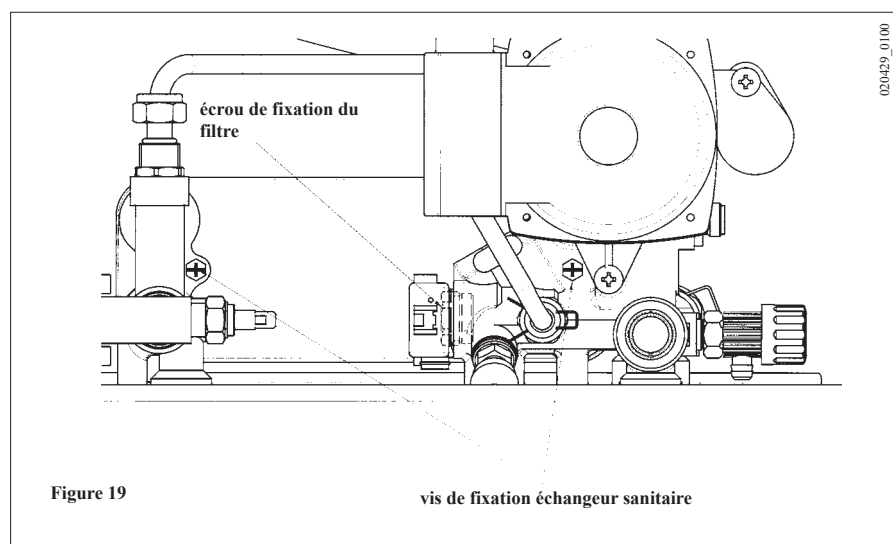

Figure 19
- enlever les deux vis de fixation (visibles sur la face avant) de l'échangeur sanitaire puis le déboîter de son logement (figure 19).
- Dévisser l'écrou présent sur le groupe capteur de flux (figure 19).